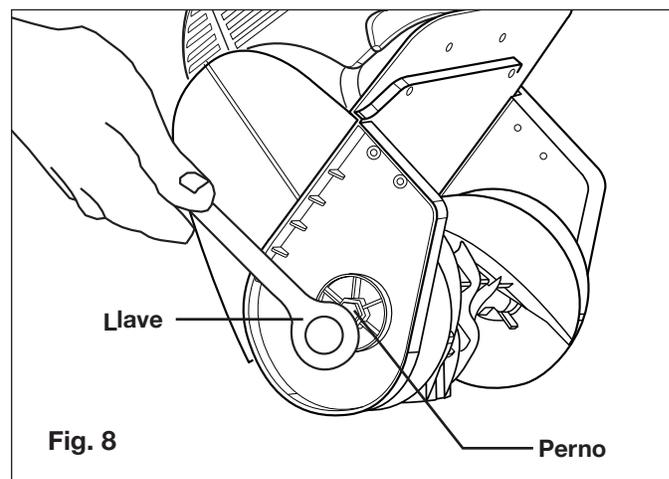

Fig. 8
1. Use una llave para retirar el perno y la arandela en el lado derecho de la carcasa (Fig. 8).